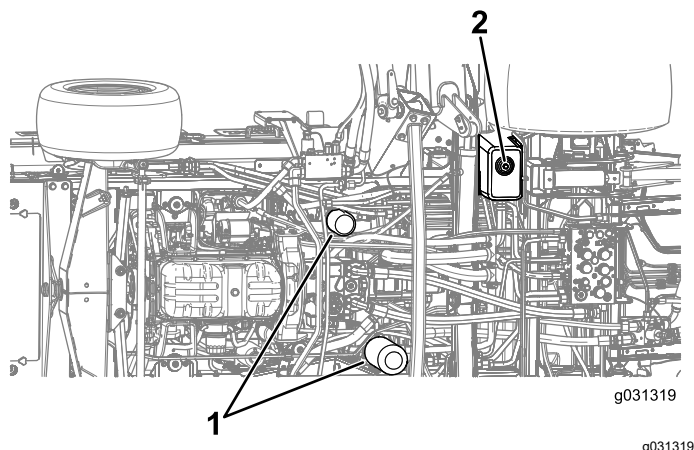

Figure 134
4. Retirez le bouchon de vidange situé sur le côté du réservoir et laissez couler l'huile dans le bac de vidange (Figure 134).
3. Placez un bac de vidange sous le filtre et enlevez le filtre (Figure 134).